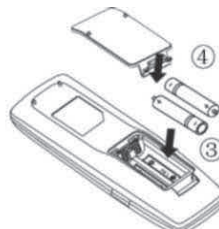

Fig. 2
- (3) Inserire due batterie ministilo (AAA 1,5 V), verificando che la posizione dei poli "+" e "-" sia corretta (come illustrato in Fig. 2 3○).
- (4) Reinserire il coperchio (come illustrato in Fig. 2 4○).